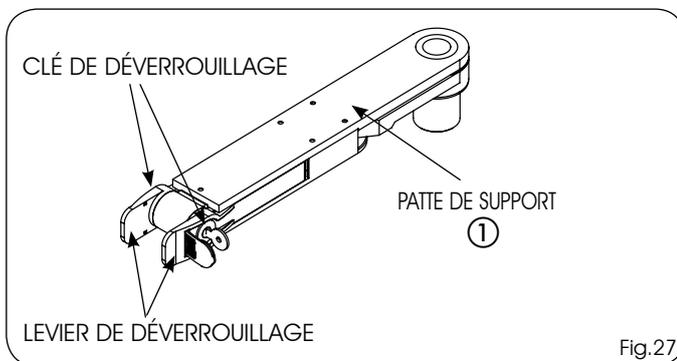

Fig.27
L'opérateur S800H est équipé, en option, d'un déverrouillage manuel mécanique d'urgence. Si nécessaire, actionner manuellement le portail; en cas de coupure de courant ou de dysfonctionnement de l'automatisme, agir sur le dispositif de déverrouillage à clé. Le dispositif est monté sur la patte de support du portail (Fig.27 réf. ①) et permet de déverrouiller le système de l'intérieur et de l'extérieur de la propriété.
- 1) Ramener le levier de déverrouillage dans sa position de repos (Fig.27)